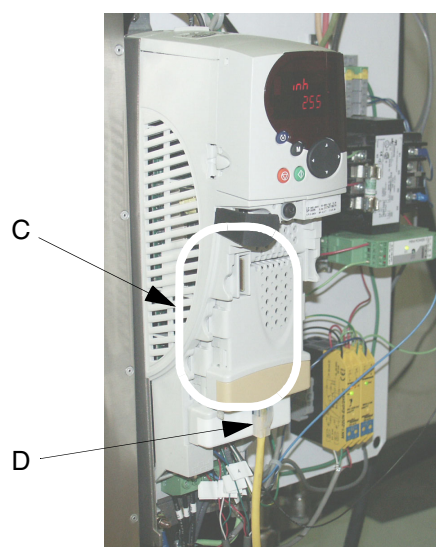

FIG. 17
Utiliser un câble Ethernet CAT 5 (D) pour connecter le module Ethernet (C) du variateur à l'ordinateur. Voir FIG. 17.